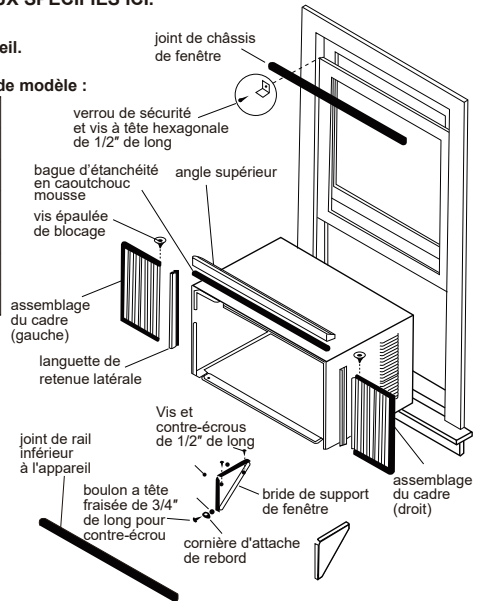

FIG.1
**1. Vérifier la taille d'ouverture de la fenêtre :** les pièces d'installation fournies avec ce climatiseur sont conçues pour l'installation dans une fenêtre à guillotine à deux châssis mobiles. Les pièces standard sont destinées aux dimensions de fenêtres indiquées ci-dessus. Ouvrez le châssis à un minimum de 483 mm (19"). (FIG.1) Il doit y avoir au moins 11,8 pouces (300 mm) d'espace autour de l'appareil. L'appareil avec résistance électrique doit disposer d'au moins 1 mètre d'espace par rapport aux matériaux combustibles.